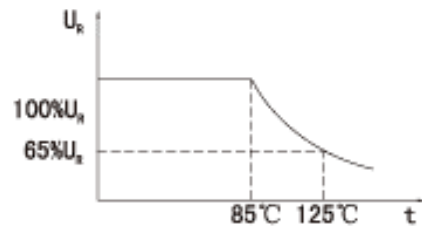

图1 工作电压随温度变化的关系
3、钽电容器的失效率是对直流额定值而言（85℃、额定电压），并且因使用条件（环境温度、施加电压、电路电阻等）的不同而不同。在实际电路中，往往存在电压或电流的峰值冲击及纹波电流，或其它意外电冲击，所以实际使用中的降额设计是必要的。在进行电路设计时，建议采用降额设计。当环境温度不大于85℃时，降额的基准为额定电压；当环境温度大于85℃时，降额的基准为类别电压，类别电压约为额定电压的0.65倍；若是低阻抗电路，建议使用电压设定在额定电压的1/3以下。工作电压随温度变化的关系见图1。